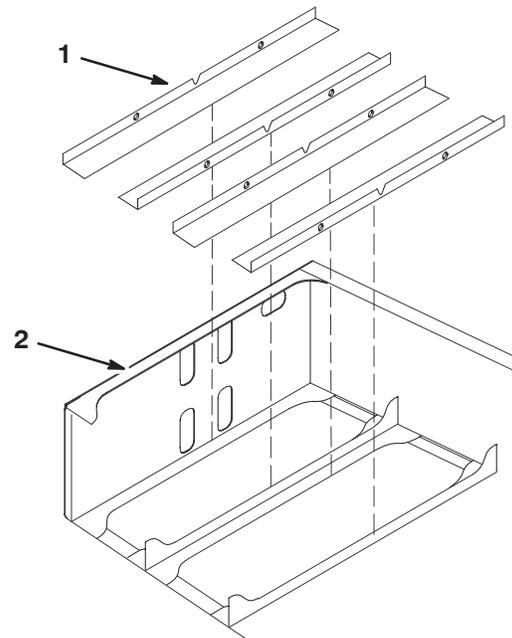

Figure 8
2. Placez les cales de support des batteries dans l'ensemble châssis arrière, comme illustré à la Figure 8.